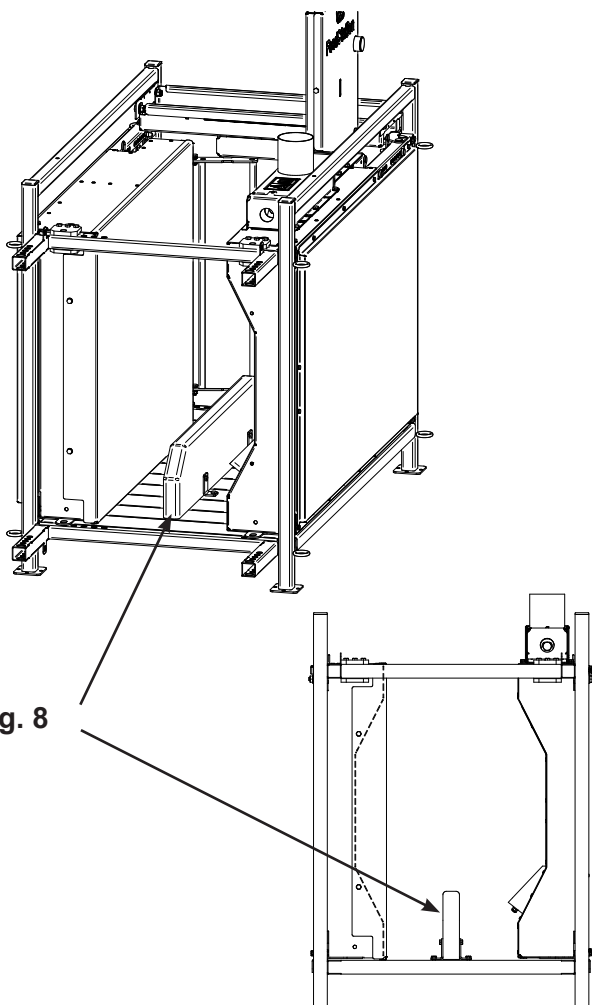

Fig. 8
- Stasjonen er levert med en løs lammeplate. Den er aktuell å montere dersom påsett-lam eller mindre raser skal føres. Platen monteres ved hjelp av to bolter ved utgangsdøren. Merk at sidedeksel må demonteres for å kunne montere lammeplaten. Se fig. 8.